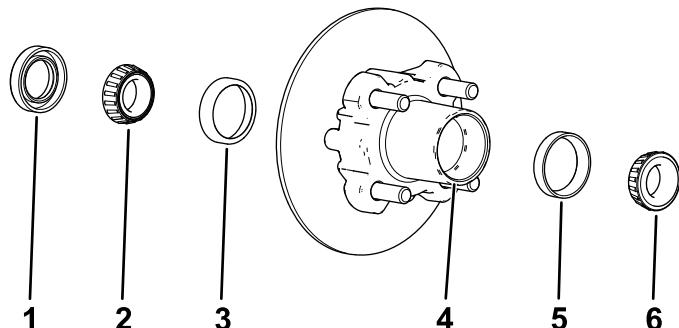

図 34
1. ハブから外側のベアリングとベアリングレースを取り図 34。
2. ハブから、シール、内側のベアリングを外す図 34。
5. ハブについているグリス、ごみなどをきれいに取り除く図 34。
7. キャビティの50-80 %程度にグリスを詰める図 34。
8. ハブの内側に内側ベアリングを取り付け、シールをはめる図 34。